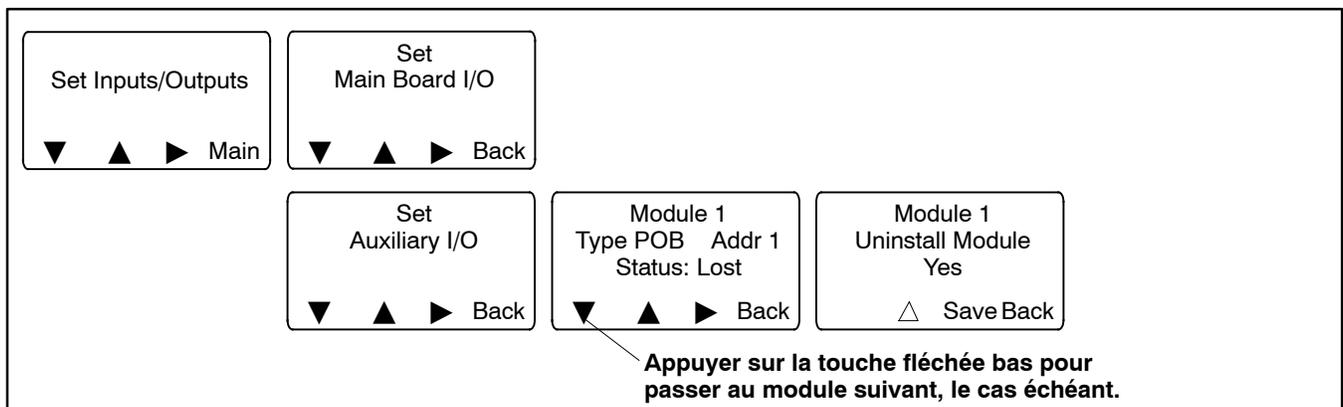

Figure 1-25 Désinstaller un module
5. Aller au menu Set Auxiliary I/O (Définir E/S auxiliaire). Voir Figure 1-25. Appuyer sur la touche fléchée droite pour afficher l'état du module 1. Appuyer sur la flèche bas pour passer au module suivant, le cas échéant, jusqu'à ce que Status: Lost (État : perdu) s'affiche.
10. Aller au menu Set Auxiliary I/O (Définir E/S auxiliaire) pour vérifier l'état et les paramètres du nouveau module. Voir Figure 1-25. Appuyer sur la touche fléchée droite pour afficher l'état du module 1. Appuyer sur la flèche bas pour passer au module suivant, le cas échéant.